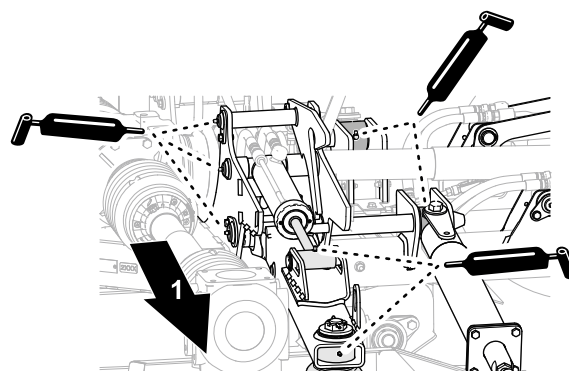

Figure 52
- Appliquez la graisse spécifiée sur les bras de levage, les vérins hydrauliques et les jambes de force des plateaux de coupe gauche et droit (Figure 52).